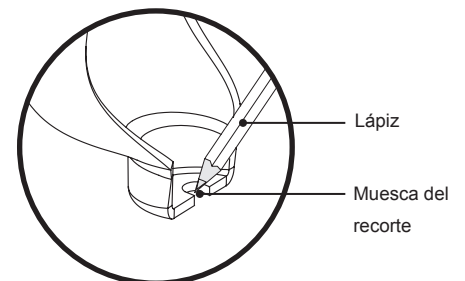

Figura 9. Marcos de montaje del agujero
- 2 Con un lápiz, marca en el suelo, donde el recorte de la muesca está en el interior de cada bola y con patas (Figura 9). Esto será cuando el agujero de montaje serán perforados en el suelo. Repita este paso para el resto de localidades.